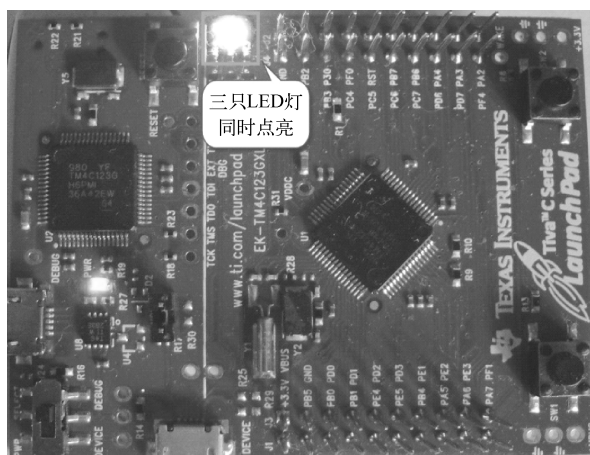

图 5-19 EK - TM4C123GXL 开发板测试结果
② 测试。导入编译产生的 .axf 文件到 EK - TM4C123GXL 中，其运行及测试结果如图 5-19 所示。
从图 5-19 的测试结果来看，开发板能同时发出比较炫目的白色光芒，验证了基于寄存器的三灯同时闪烁程序是正确的（R、G、B 三色发光管同时发光应该是白光，这里只是近似白色，这是由于三色的比较不对）。